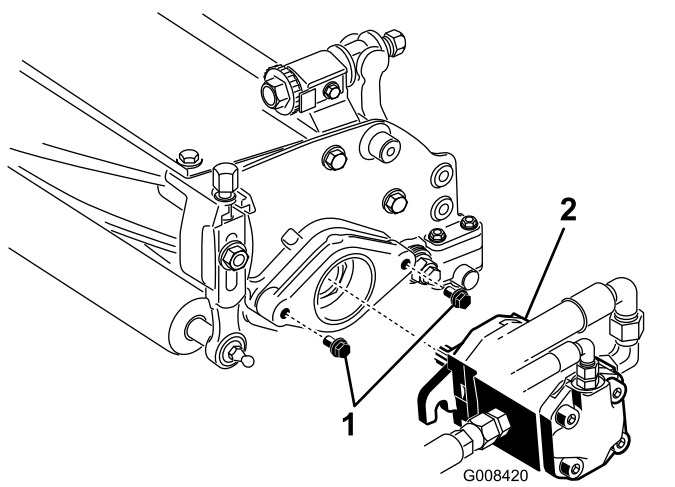

Figure 11
- Le filetage doit dépasser de 13 mm sur chaque boulon de fixation de moteur d'entraînement du cylindre (Figure 11).
- Lubrifiez l'arbre cannelé du moteur avec de la graisse propre, puis montez le moteur en le tournant dans le sens horaire de sorte que les brides passent les goujons. Tournez le moteur dans le sens antihoraire jusqu'à ce que les brides encerclent les goujons (Figure 11).
- Resserrez les boulons de montage (Figure 11).